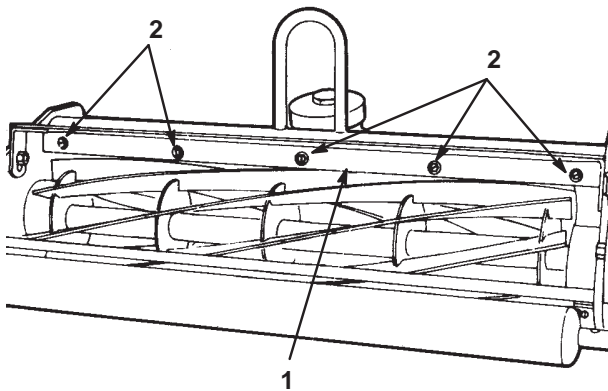

図 9
1. トップ・バー（図9）を固定しているネジをゆるめ、リールとバーとの間に1.5 mmの隙間ゲージをはさんでネジを締める（図9）。リールの全長にわたってバーが平行になっていることを確認すること。